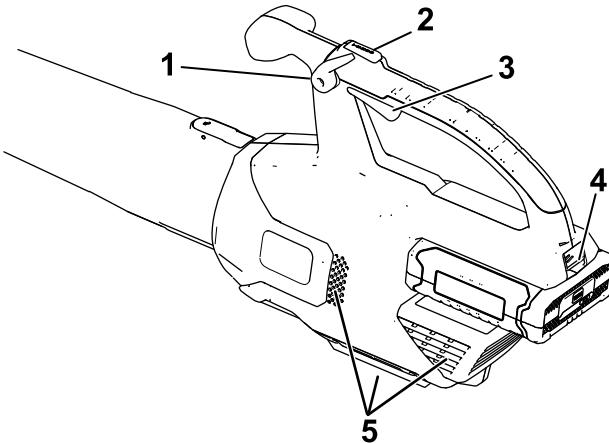

Figura 4
2. Para arrancar el soplador, apriete el gatillo de velocidad variable (Figura 4).
Nota: Active el bloqueo de velocidad para mantener la máquina encendida sin tener que apretar el gatillo de velocidad variable (Figura 4).
Para aumentar la velocidad del soplador, mantenga presionado el botón de potencia turbo durante el tiempo deseado (Figura 4).
Para ajustar la velocidad del aire mientras sopla, utilice el gatillo de velocidad variable (Figura 4).
Para mantener la velocidad actual del aire, active el bloqueo de velocidad (Figura 4).
Para apagar el soplador, desactive el bloqueo de velocidad (si lo está usando) y suelte el gatillo de velocidad variable (Figura 4).